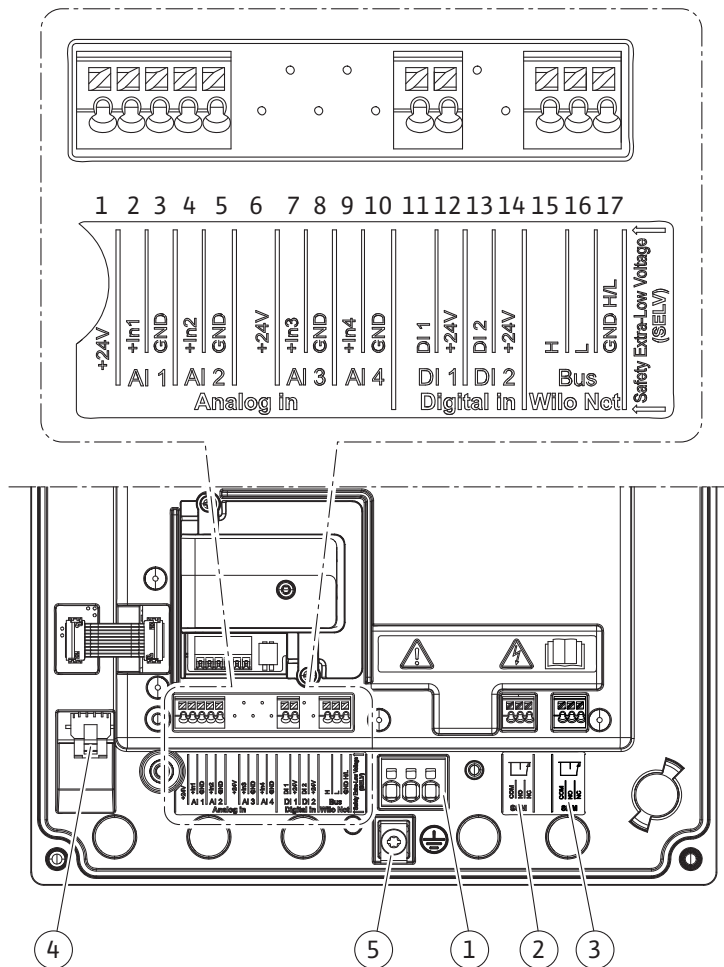
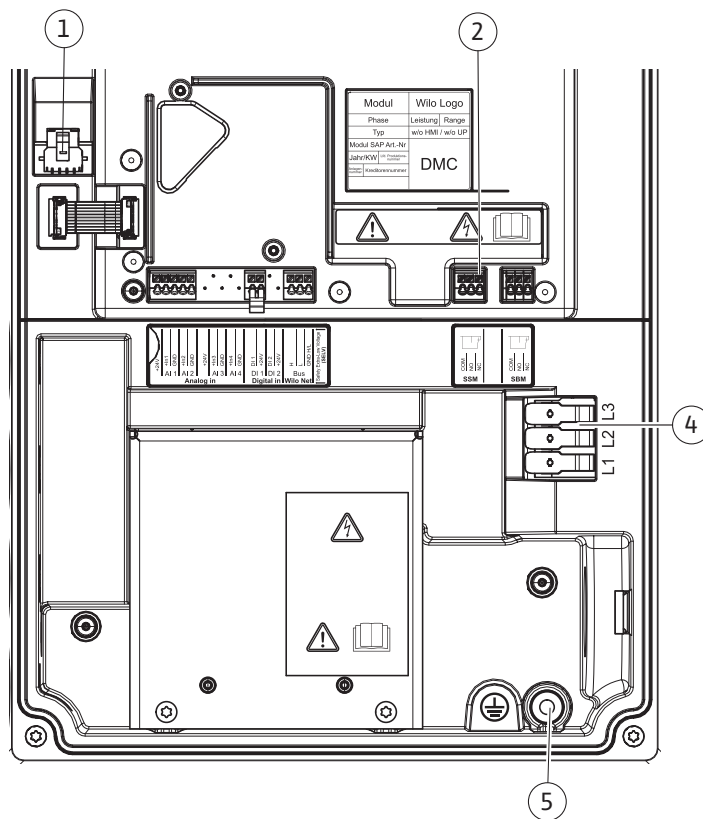

Fig. 25: Översikt över plintar i modulen (0,37 kW ... 7,5 kW)
Fig. 26: Översikt plintar i modulen (11 kW ... 22 kW)
Nätanslutning Fig. 25, Pos. 1 Fig. 26, Pos. 4
Jordskruv Fig. 25 och 26, pos. 5